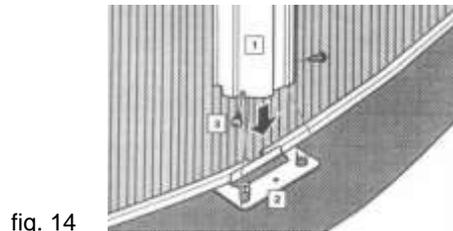

fig. 14
Alinee la parte inferior de uno de los perfiles verticales (VER) (1), con las dos pequeñas lengüetas de las placas base T1 (2). Las lengüetas deben quedar al interior del perfil vertical, fig. 14.
Alinee los orificios para colocar los tornillos TO2 (3), a ambos lados del perfil vertical, asegurándose que se fijan en los agujeros de las lengüetas de la placa T1 (2), fig. 14, (ref. bolsa 550).